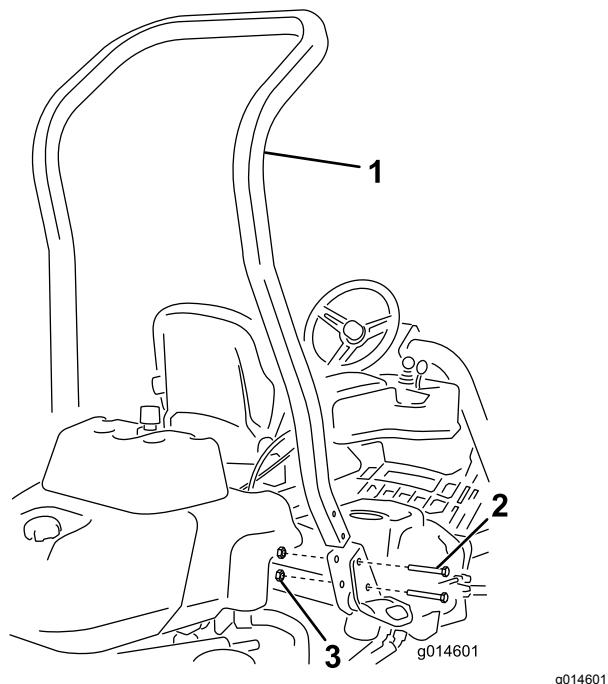

図 3
- 機体の左右にあるポケットにROPSを差し込み、ボルト $\frac{1}{2}$ " x 3 $\frac{3}{4}$ " 4本とフランジナット $\frac{1}{2}$ "で固定する図3。.